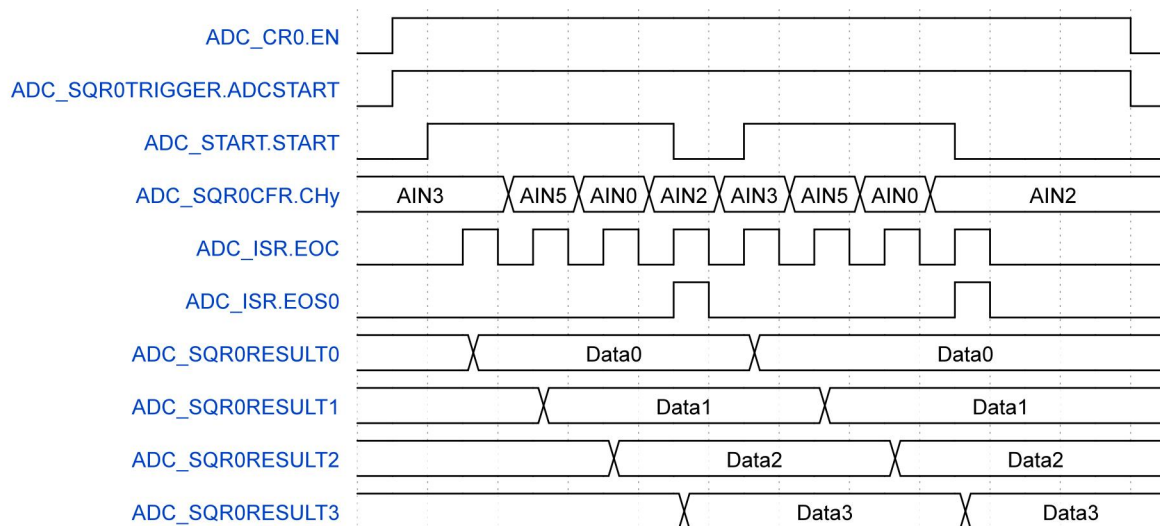

图19-3 序列扫描转换时序图
6. 配置 ADC\_SQRxCFR.ENS，选择序列待转换的通道数量，如图 19-3 序列扫描转换时序图所示，设置 ADC\_SQRxCFR.ENS 为 3，序列转换通道为 CH0 ~ CH3；
7. 配置 ADC\_SQRxCFR.CH0，选择序列通道 0 待转换源，如图 19-3 序列扫描转换时序图所示，设置 ADC\_SQRxCFR.SQRCH0 为 3，通道 0 的待转换源为 ADC\_IN3；
8. 配置 ADC\_SQRxCFR.CH1，选择序列通道 1 待转换源，如图 19-3 序列扫描转换时序图所示，设置 ADC\_SQRxCFR.CH1 为 5，通道 1 的待转换源为 ADC\_IN5；
9. 配置 ADC\_SQRxCFR.CH2, 选择序列通道 2 待转换源, 如图 19-3 序列扫描转换时序图所示, 设置 ADC\_SQRxCFR.CH2 为 0, 通道 2 的待转换源为 ADC\_IN0;
10. 配置 ADC\_SQRxCFR.CH3, 选择序列通道 3 待转换源, 如图 19-3 序列扫描转换时序图所示, 设置 ADC\_SQRxCFR.CH3 为 2, 通道 3 的待转换源为 ADC\_IN2;